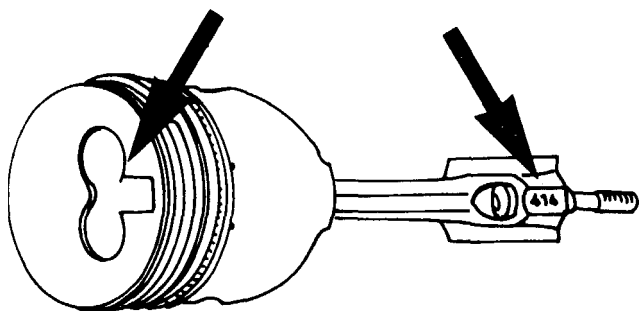

Рис. 1.93. Камера сгорания в поршне должна находиться с той же стороны, где и обозначения на шатуне.
1. Как было упомянуто, поршни могут быть заменены только в комплекте с гильзами цилиндров, поршневыми пальцами и поршневыми кольцами. Отделение поршня от шатуна производится просто, так как поршневой палец после удаления стопорных колец легко выбивается из поршня и шатуна. Чтобы установить новый поршень на шатун нужно прежде всего проверить посадку поршневого пальца в шатуне. Палец должен иметь скользящую посадку, проходить через отверстие в шатуне со "всасыванием". В противном случае втулку шатуна нужно заменить. Если палец сидит в шатуне слишком туго, втулку можно слегка дообработать разверткой. Поршни и шатуны расположите таким образом, чтобы камера сгорания на поршне была обращена в сторону цифрового обозначения на шатуне (рис. 1.93).